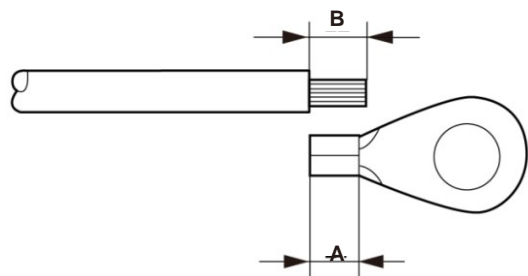

Bild 5.8 Lämplig längd
- 3) Stripa jordkabelisoleringen till lämplig längd (se bild 5.8).